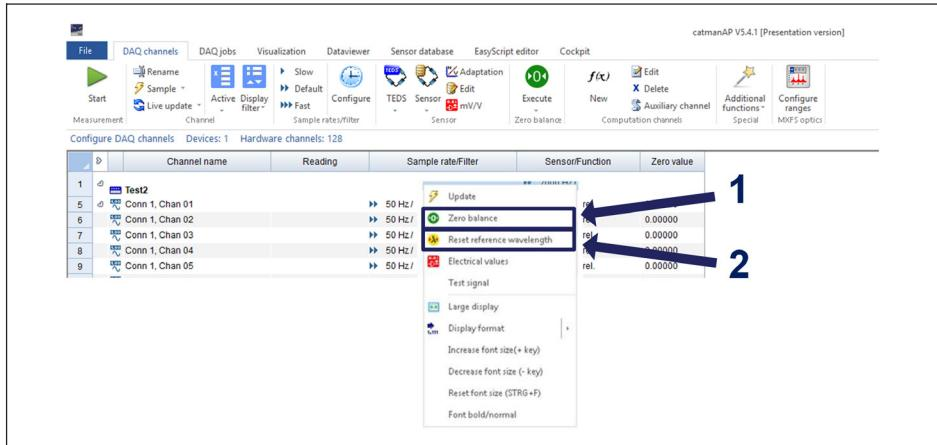

图4.27 零位平衡和重置参考波长
- ▶ 也可以右键点击要归零的线，并选择 Zero Balance (零位平衡) 选项 (如中 1图4.27号所示)。
- ▶ 右键点击要归零的线，选择 Reset reference wavelength (重置参考波长) 选项 (如中 2图4.27号所示)。